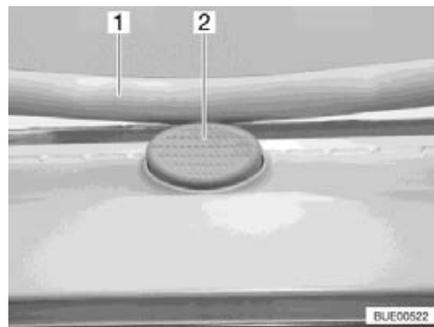

Bild 120 Sicherungsknopf (Heki-Dachhaube)
- Den Sicherungsknopf (Bild 120,2) drücken und den Bügel (Bild 120,1) mit beiden Händen nach unten ziehen.
- Den Bügel mit beiden Händen nach oben drücken, bis der Bügel oberhalb des Sicherungsknopfes (Bild 120,2) liegt.